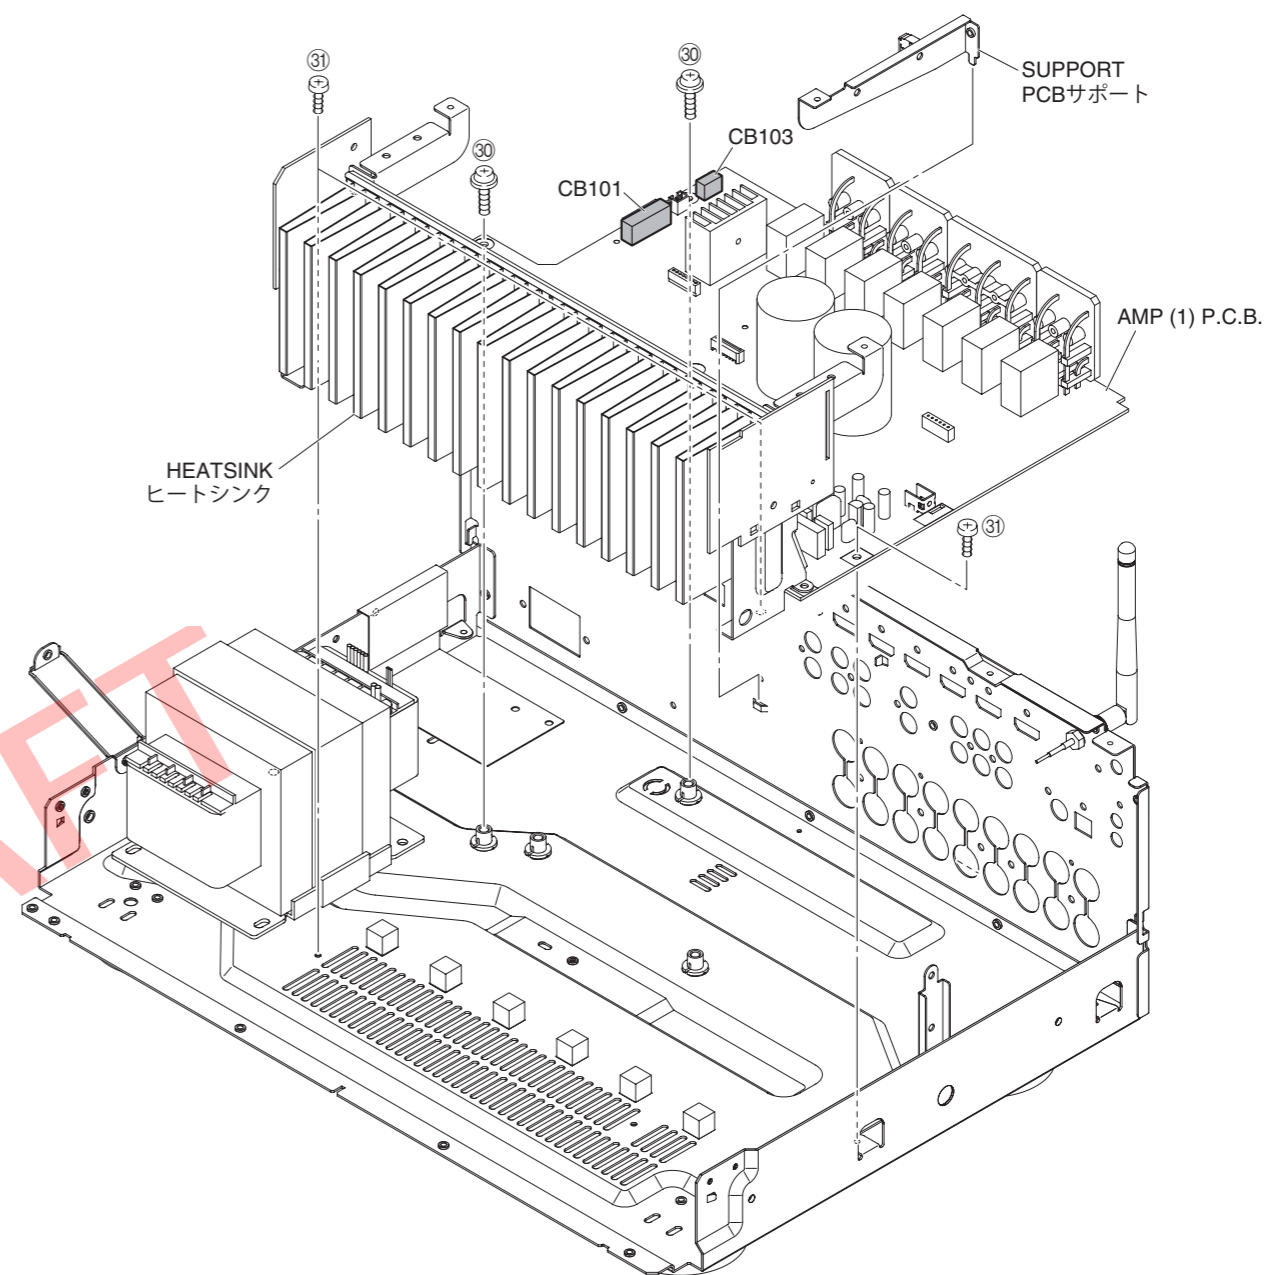

Fig. 13
9. Removal of AMP (1) P.C.B.
- Remove screw (29), and then remove the SUPPORT. (Fig. 13, 14)
- Remove 2 screws (30) and 3 screws (31). (Fig. 13)
- Disconnect CB101 and CB103. (Fig. 13)
- Remove the AMP (1) P.C.B. with the HEATSINK. (Fig. 13)
9. AMP (1) P.C.B. の外し方
- 29 のネジ 1 本を外し、PCB サポートを外します。(Fig. 13, 14)
- 30 のネジ 2 本、31 のネジ 3 本を外します。(Fig. 13)
- CB101、CB103 を外します。(Fig. 13)
- AMP (1) P.C.B. をヒートシンクと一緒に外します。(Fig. 13)